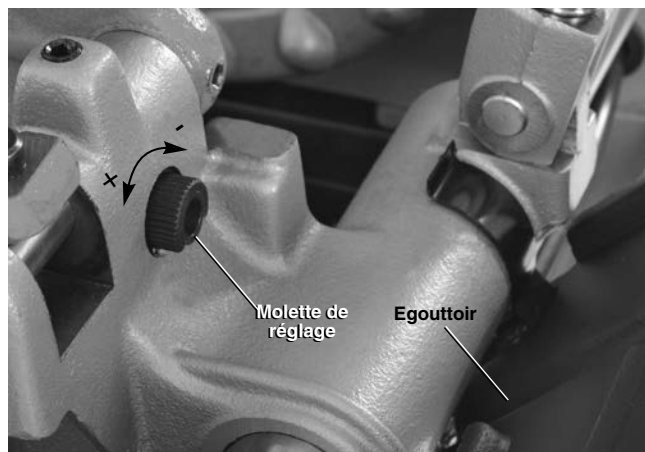

Figure 5 – Réglage du débit d'huile
- Vérifiez le niveau d'huile de coupe RIDGID. Retirez le tiroir à copeaux et l'insert du carter d'huile pour vous assurer que le tamis d'huile est entièrement submergé. Reportez-vous au chapitre *Entretien du système de lubrification*. Si la machine est équipée d'un égouttoir, assurez-vous qu'il est positionné de manière à diriger l'huile qui retombe de la tête de filière vers le tiroir à copeaux (*Figure 5*).
- Rabattez la tête de filière, puis appuyez sur la pédale de commande et tenez-la appuyée le temps nécessaire pour évaluer le débit d'huile à travers la tête de filière avant de lever le pied. Le débit d'huile se règle à l'aide de la molette située sur le chariot (Figure 5). Tournez la molette en sens horaire pour diminuer le débit, et en sens antihoraire pour l'augmenter. Ne jamais modifier le débit d'huile en cours d'opération.